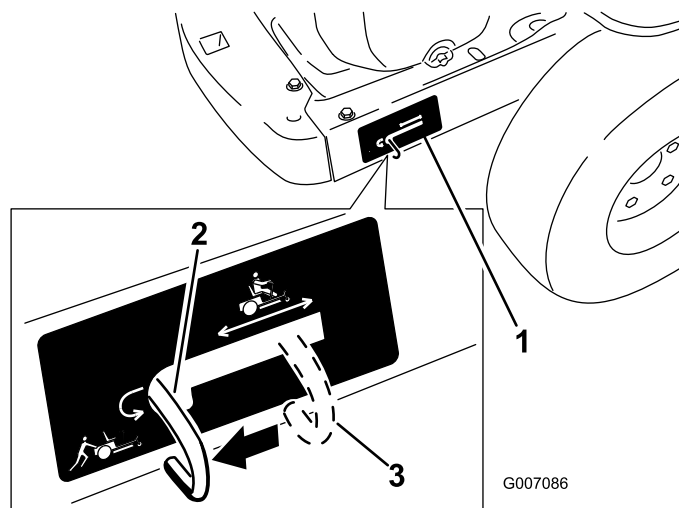

Figura 23
4. Mueva las palancas de desvío hacia atrás y luego hacia abajo para bloquearlas en esa posición, según se muestra en Figura 23, para desengranar los motores de rueda. Repita en el otro lado de la máquina.
Mueva las palancas de desvío hacia arriba y empújelas hacia adelante, al **centro** de la ranura horizontal (Figura 23) para engranar los motores de rueda.